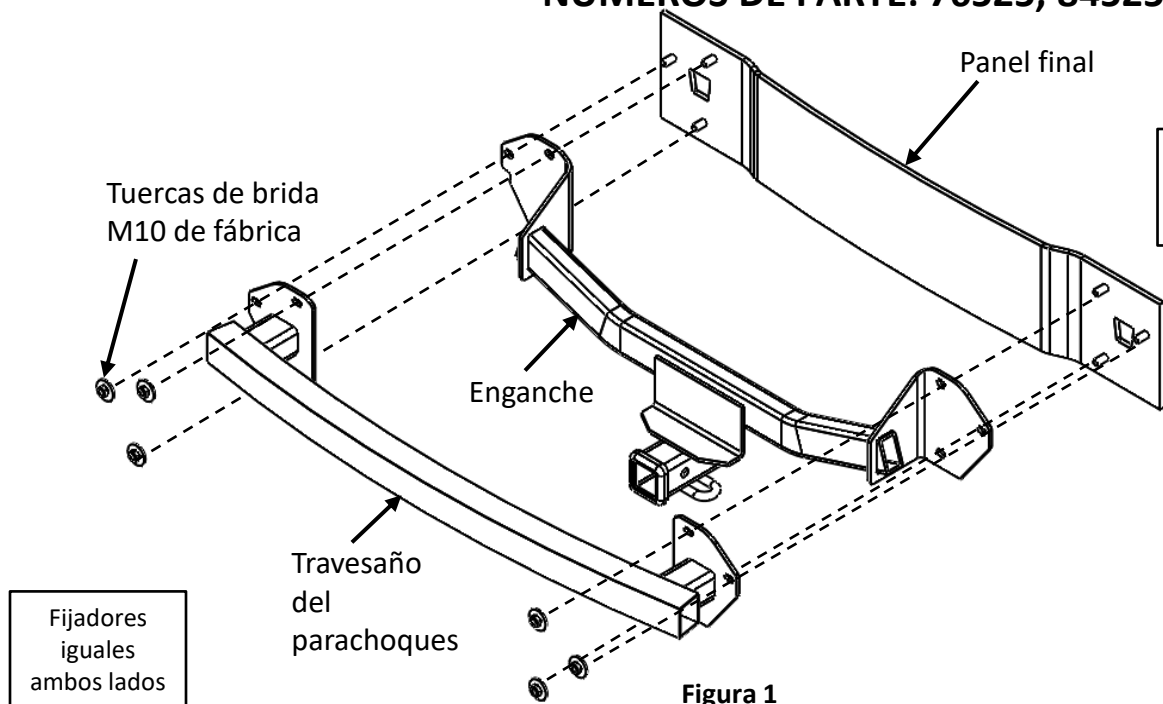

Figura 1
- 5. Instalar el enganche:** Alinear el travesaño del parachoques con el enganche en el piso. Levantar el enganche y el travesaño del parachoques a su posición alineando los orificios con los vástagos en el panel final. Volver a instalar el soporte de metal del arnés de cables en el vástago e instalar (6) tuercas de brida M10 al travesaño del parachoques y el enganche. Ver la Figura 1.
**5. Instalar el enganche:** Alinear el travesaño del parachoques con el enganche en el piso. Levantar el enganche y el travesaño del parachoques a su posición alineando los orificios con los vástagos en el panel final. Volver a instalar el soporte de metal del arnés de cables en el vástago e instalar (6) tuercas de brida M10 al travesaño del parachoques y el enganche. Ver la Figura 1.